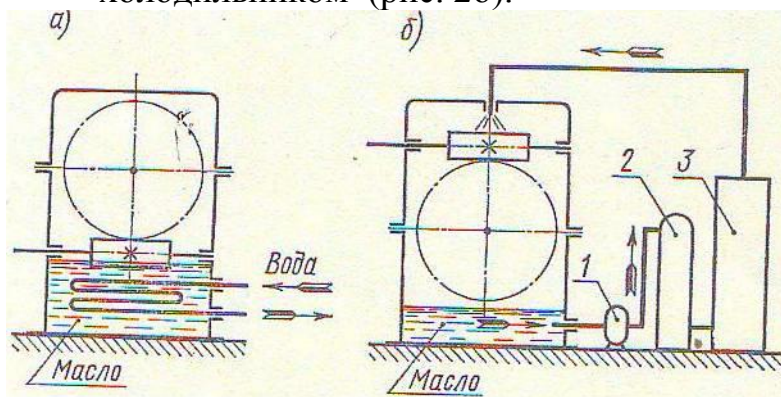

Рис.2.
- охлаждением масла водой, проходящий через змеевик (рис.2а).
- применением циркуляционной системы смазки со специальным холодильником (рис. 2б).